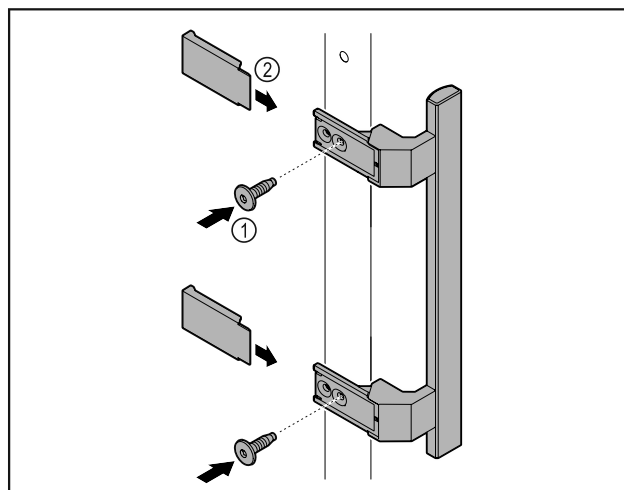

Fig. 8
- ▶ Zamontować uchwyt z dodatkowego opakowania na drzwiach przy użyciu dotychczasowych śrub Fig. 8 (1).
- ▶ Założyć osłonę Fig. 8 (2).